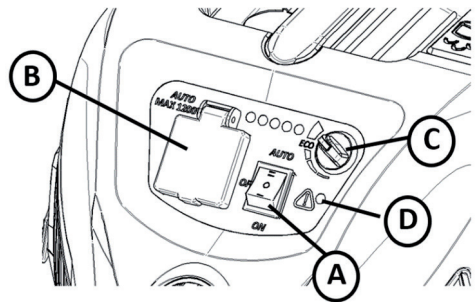

Abb. 10
Wenn die Maschine mit dem halbautomatischen Filterreinigungssystem ausgestattet ist, kann der Filter durch Schließen des Einlasses des Handrohrs (A) gereinigt werden. Jedoch, schalten Sie die Maschine zuerst auf maximale Leistung, wenn sie mit einem Leistungsregler ausgestattet ist (siehe Abbildung 10). Schließen Sie den Einlass mit der Hand oder benutzen Sie die Öffnung in der Maschine (B). Nach dem Schließen des Einlasses 2-3 Sekunden warten, bis der maximale Unterdruck aufgebaut worden ist.